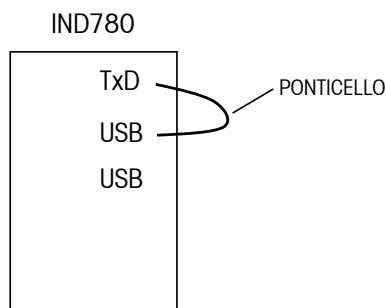

Figura 3-24: Ponticello collocato tra i terminali di trasmissione e di ricezione
- Se è collocato un ponticello tra i terminali di trasmissione e di ricezione (Figura 3-24) sulla porta in prova, la stessa stringa di dati trasmessa viene visualizzata sul campo in ricezione.